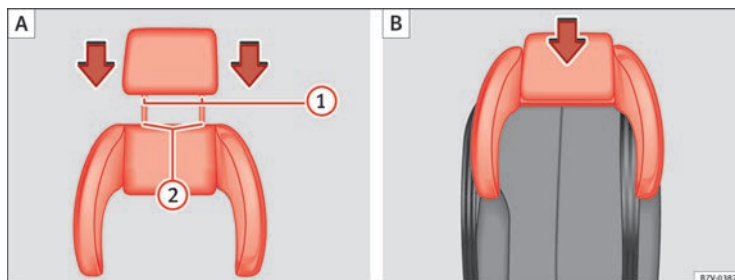

Fig. 30 Asiento integrado para niños: colocar el apoyacabezas sobre el apoyacabezas lateral (A) y montar (B).
- Inserte las varillas-guía ⇒ fig. 30 (1) del apoyacabezas en los orificios del apoyacabezas lateral (2).
- Inserte el apoyacabezas junto con el apoyacabezas lateral en los orificios previstos en el respaldo correspondiente (B).